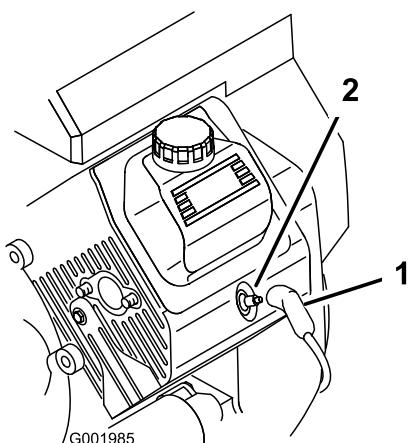

図 49
3. 点火プラグのコードが抜けているのを確認する(図 49)。
3. 点火コードを取り付ける(図 49)。